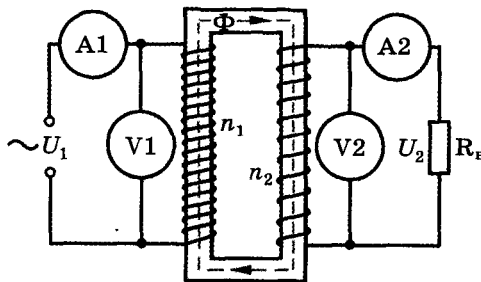

Рис. 75
**Теоретический материал.** Приборы, с помощью которых производится преобразование переменного напряжения без изменения его частоты, называют трансформаторами. Трансформатор состоит из двух (или более) катушек (обмоток), индуктивно связанных друг с другом. К первичной обмотке ( $n_1$ ) подводится преобразуемое напряжение  $U_1$ , а со вторичной ( $n_2$ ) снимается преобразованное напряжение  $U_2$  (рис. 75). Ко вторичной обмотке присоединяют приемники электрической энергии сопротивлением  $R_n$ .